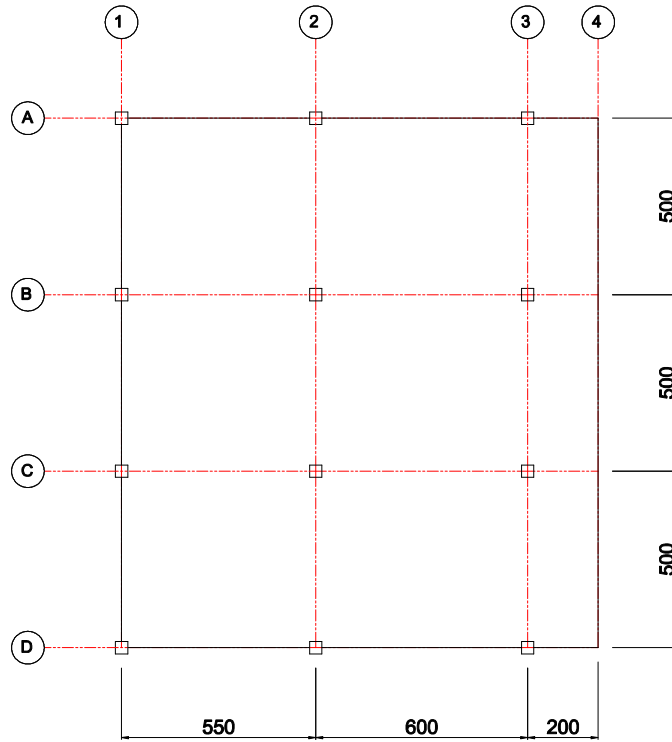

Figura 1. Desenho esquemático do pavimento tipo em planta.
- Por imposição arquitetônica, as posições dos 12 pilares estão definidas conforme figura 1;